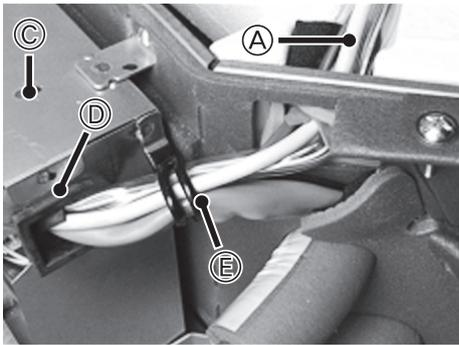

Fig. 4-3
- (3) Kablolu bağlantı kablosunu elektrikli parça kutusu YUVASI geçirip kabloyu iç ünite kumanda panelinin CN90 konektörüne bağlayın. (Fig. 4-3)
- (4) Kabloları ve telleri kelepçe ile sabitleyin.